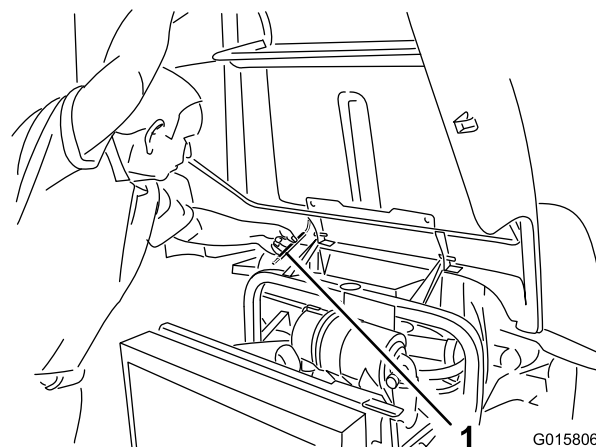

図 38
2. フレームチューブの下に支え棒が入る高さまでフードを持ち上げる (図 38)。